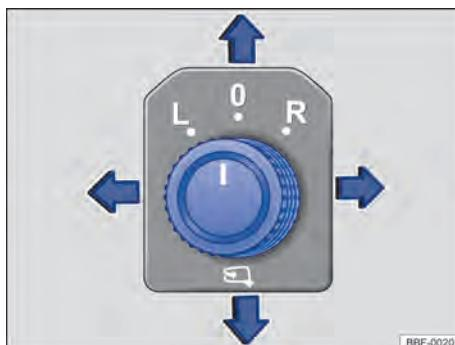

Fig. 80 Na porta do condutor: botão rotativo de ajuste dos espelhos retrovisores externos elétricos.
- Girar o botão rotativo na porta do condutor até o símbolo desejado → **Fig. 80**.